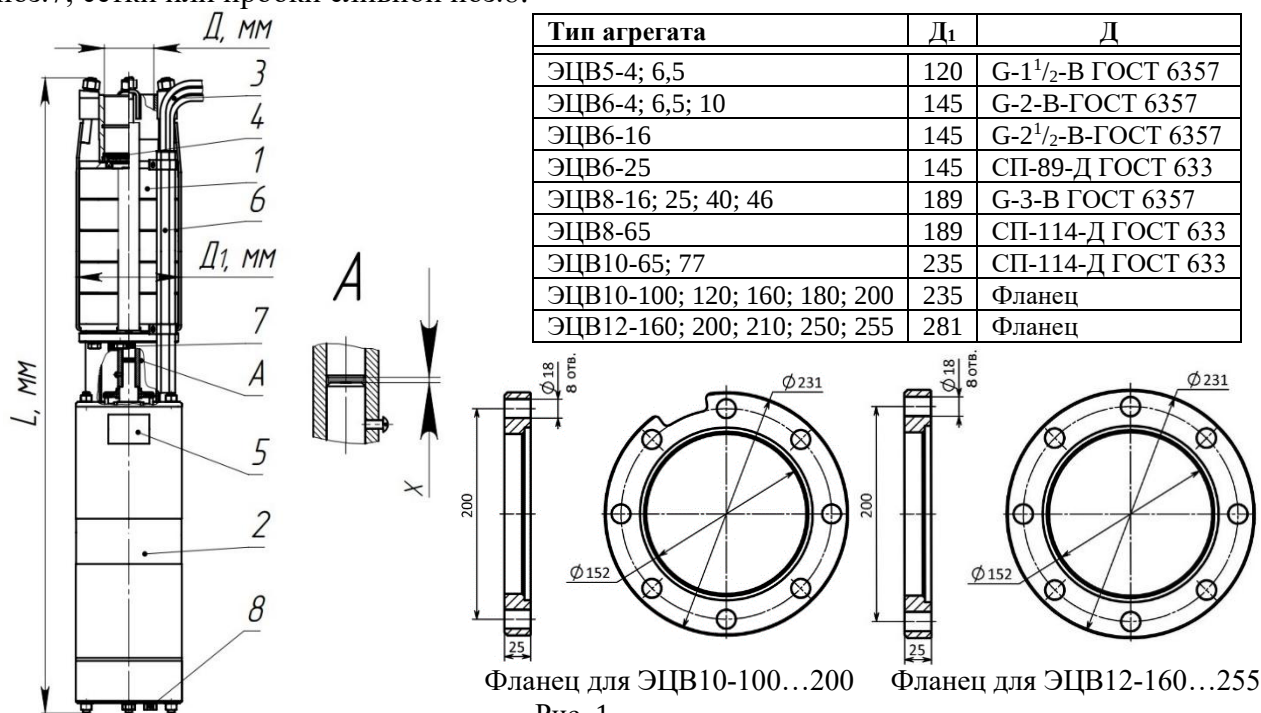

Рис. 1
Агрегат ЭЦВ (см. рис. 1) состоит из: насосной части поз.1; электрического двигателя поз.2; проводов токоподводящих поз. 3; клапана поз.4; таблички фирменной поз.5; кожуха защитного поз.6; сетки защитной поз.7; сетки или пробки сливной поз.8.
Водоподъемную трубу с муфтой вернуть в патрубок агрегата до отказа или присоединить при помощи фланцевого соединения (см. рис.1). За отдельную плату могут поставяться переходные втулки с одной резьбы на другую, а также переходники с резьбы на фланец (см. сайт изготовителя в разделе «Дополнительное оборудование»). По заказам потребителя изготавливаются другие переходные втулки.
5.3.7 Для предотвращения повреждений токоподводящих проводов при монтаже агрегата с фланцевым соединением необходимо использовать ответный фланец с выборкой (см. рис. 1).
Заполнение полостей электродвигателя происходит через фильтрующую сетку поз.8 (см. рис. 1) или специальные трубки, расположенные под сеткой поз.7, при погружении электродвигателя в воду. В шестидюймовых двигателях пробку поз. 8 перед погружением не выкручивать.
3. Придерживая вал насоса в верхнем положении (см. п. 2), установить насос на фланец электродвигателя и замерить размер “Х” между концами валов (см. рис. 1).